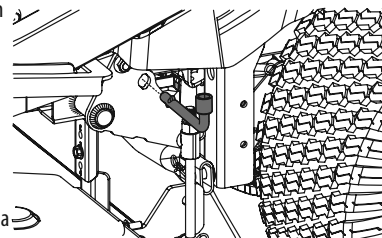

Figura 47
5. Utilice el pedal de elevación de la plataforma y la perilla de elevación de la plataforma para colocar la plataforma en su posición más baja y utilice la herramienta para usos múltiples para trabar los componentes de elevación de la plataforma en su lugar. Junto a la rueda trasera del lado izquierdo del tractor hay un par de orificios de alineación (uno sobre el bastidor y uno sobre el brazo de elevación de la plataforma) como se muestra en la Figura 47. Verifique que la herramienta está correctamente insertada en su totalidad, trabando el brazo de elevación de la plataforma en el bastidor.